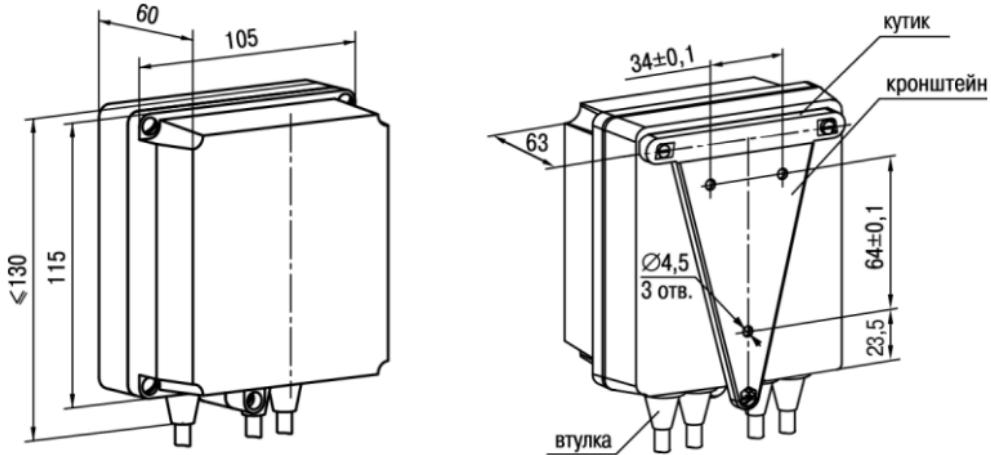

Рисунок 4.2 – Габаритні розміри корпусу Д
1. Закріпити кронштейн трьома гвинтами M4 × 20 на поверхні, призначений для встановлення пристрою (див. рисунок 4.2).